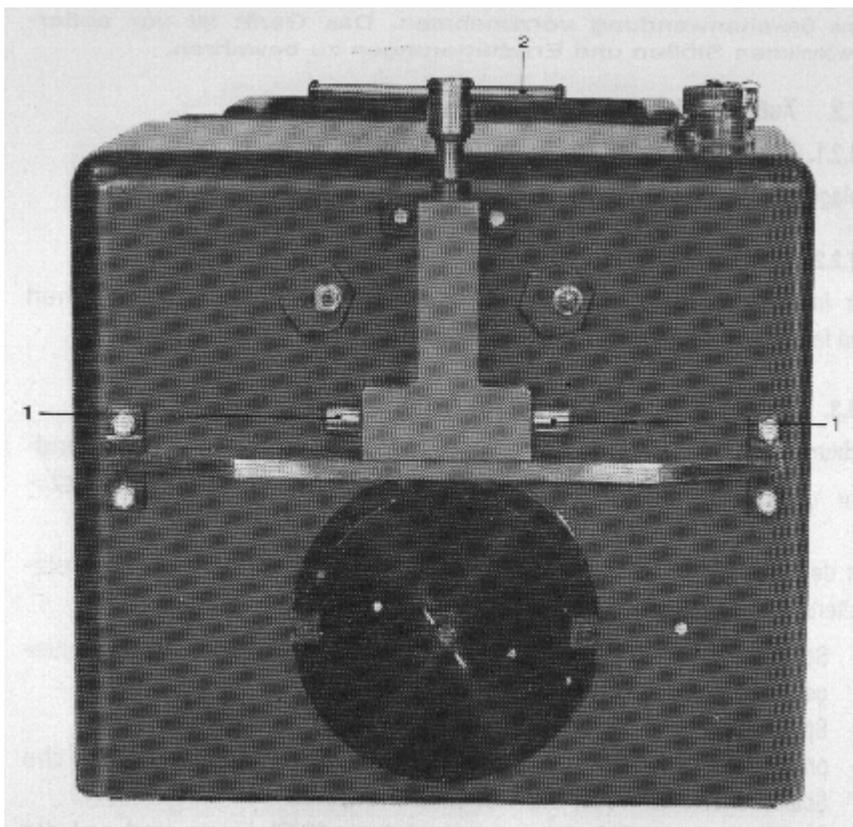

Bild 8 Halterung
2.1.3. Anbau des Scheinwerfers (Bild 8)